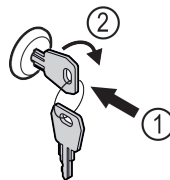

Fig. 206
- Paina avain lukkoon. Fig. 206 (1)
- Kierrä avainta 90° myötäpäivään. Fig. 206 (2)